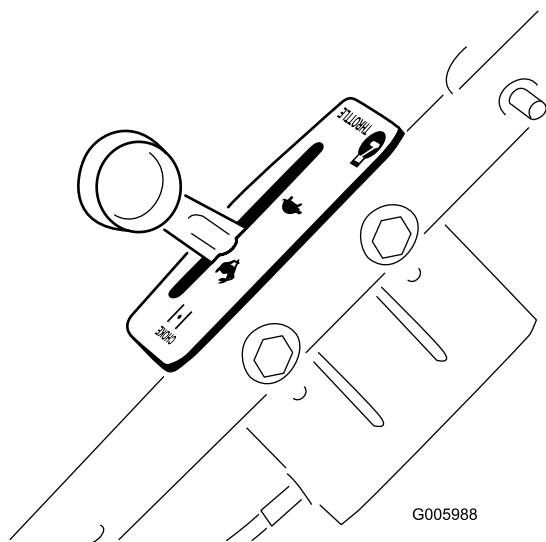

Figura 9
- A. Mettete il comando dell'acceleratore in posizione Fast (Figura 9).